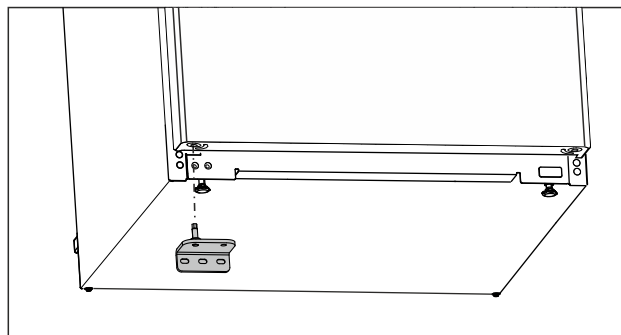

Fig. 24
- ▶ Вставте нижній опорний кронштейн із протилежного боку. (див. Fig. 24)